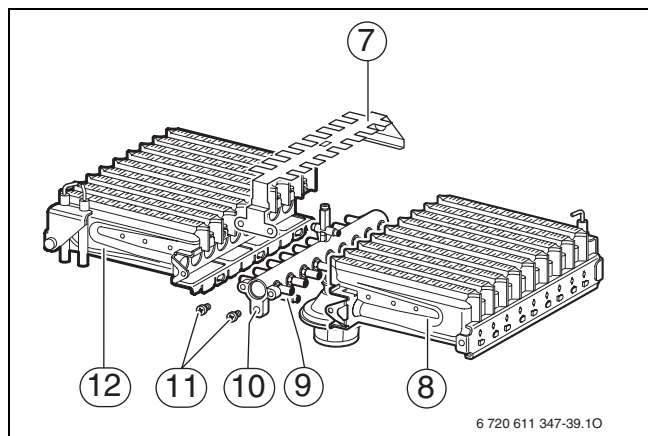

Fig. 35
- ▶ Rimuovere le viti (11) (→ fig. 35).
- ▶ Togliere il lamierino spargifiamma (7).
- ▶ Rimuovere le viti dai punti di fissaggio (9). Togliere la parte sinistra (12) e la parte destra (8) del bruciatore dalla rampa ugelli (10).